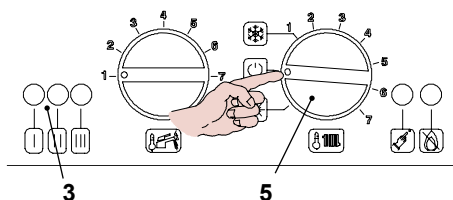

Figura 9.18
- Per uscire dalla funzione SPAZZACAMINO della caldaia posizionare il selettore 5 del pannello comandi come indicato in Figura 9.18